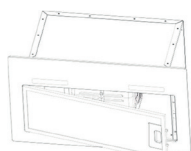

fig. 1
- Remova os pré-filtros de alumínio (fig.1).